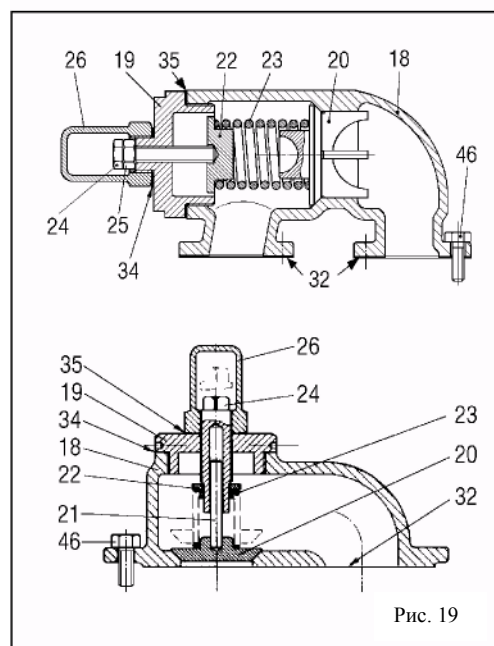

Рис. 19
11.13 Демонтаж и разборка перепускного предохранительного клапана (см. рис. 19)
- Снимите клапан в сборе, отвинтив винты (46), стараясь не повредить прокладку(-ки) (32). Если они повреждены, замените их.
- Снимите колпачок (26), прокладку (35) и ослабьте контргайку (25), если она имеется.
- Удалите крышку (19), стараясь не повредить прокладку (34). Если она повреждена, замените ее.
- Удалите нажимную шайбу (22), пружину (23) и тарелку клапана (20).
- Проверьте состояние тарелки клапана и посадочного места в корпусе клапана (18) и замените при необходимости.